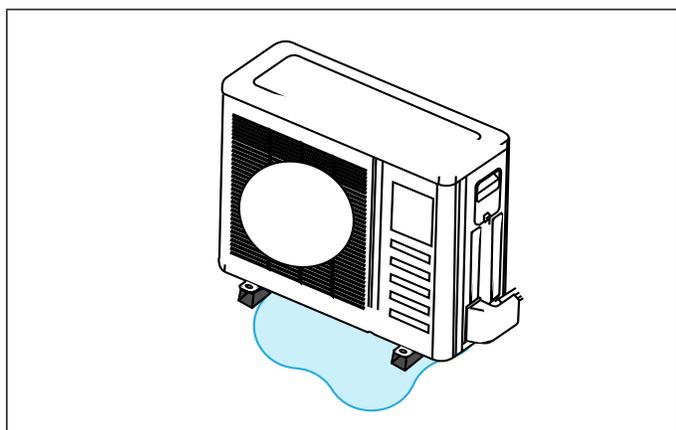

Figure 20. Éviter les dangers causés par le gel de l'eau de dégivrage
- Faire très attention à l'élimination de l'eau de dégivrage pour éviter que la glace empêche l'utilisation des allées ou crée un danger à proximité de l'unité extérieure comme illustré à la «Figure 20. Éviter les dangers causés par le gel de l'eau de dégivrage».